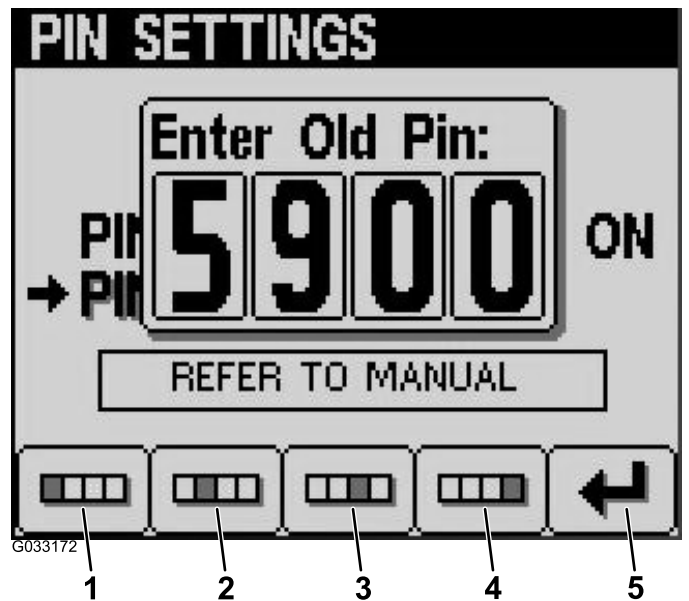

Figura 15
6. Introduzca el PIN antiguo usando los botones 1 a 4, y pulse el botón 5 para terminar (Figura 15).